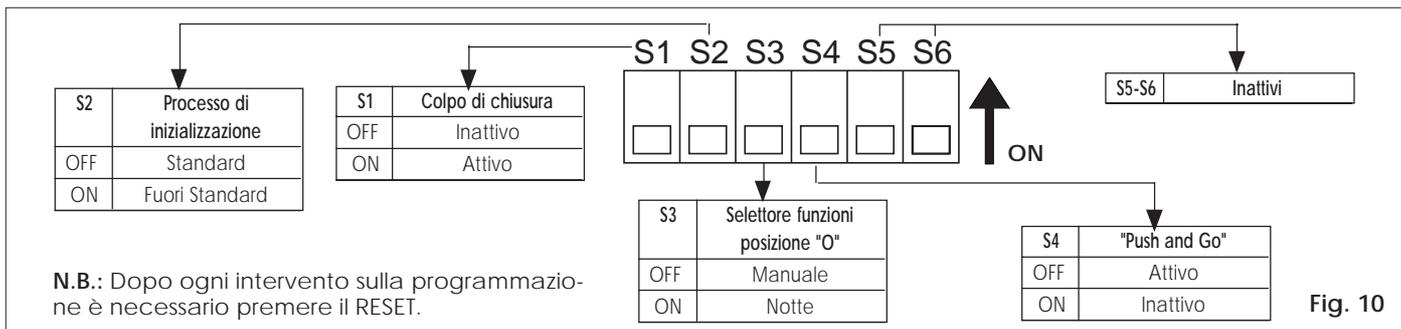

Fig. 10
- 4) Verificare che i microinterruttori dell'unità di programmazione (fig. 10) siano posizionati tutti in **OFF**.
5.3. PROGRAMMAZIONE DEI MICROINTERRUTTORI (fig. 10)
L'unità di programmazione presenta una serie di microinterruttori che permettono di selezionare le funzioni indicate in fig.10. Il sistema viene fornito con tutti i microinterruttori posizionati in OFF.